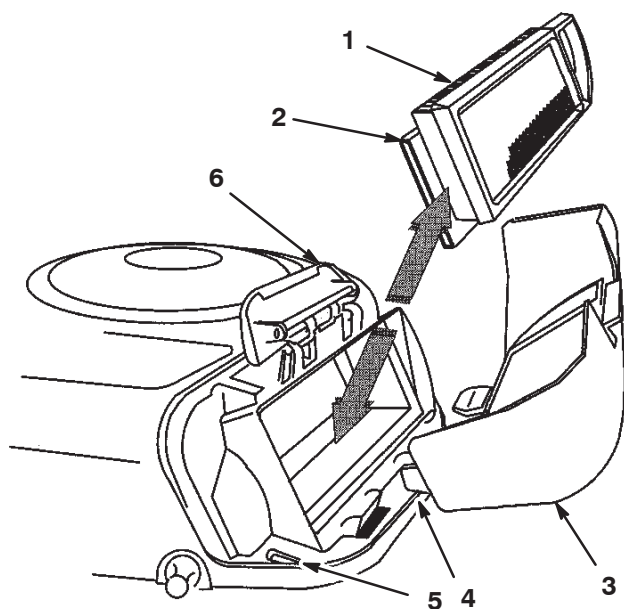

Figure 23
- Sortez avec précaution les éléments en papier et en mousse du carter de soufflante (Fig. 23).
- Placez les languettes du couvercle du filtre à air en face des fentes du carter de soufflante (Fig. 23). Accrochez la poignée sur le couvercle et appuyez dessus pour verrouiller le couvercle en place.